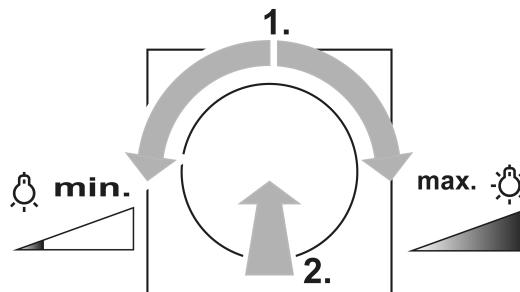

Bild 2: Tända med lägsta eller högsta ljusstyrka
- Vrid knappen ett fjärdedels varv och tryck sedan kort på den: ljuset tänds med minimal eller maximal ljusstyrka (Bild 2).